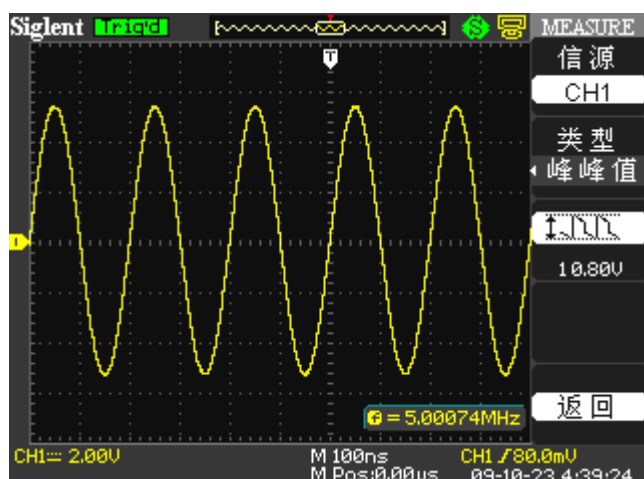

图 2.11-6
5. 按“类型”选项按钮或旋转“万能”旋钮选择您要测量的电压参数类型。相应的图标和参数值会显示在第三个选项按钮对应的菜单处。如图 2.11-6：